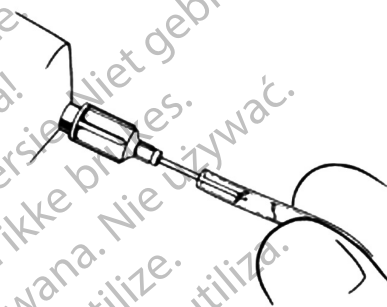

Figura 4-32. Enjuague el tubo y el conector
3. Use una aguja de calibre 22 y una jeringa de 10 cc con solución de llenado para enjuagar el conector y el tubo (Figura 4-32) para eliminar las partículas de materia y el aire.